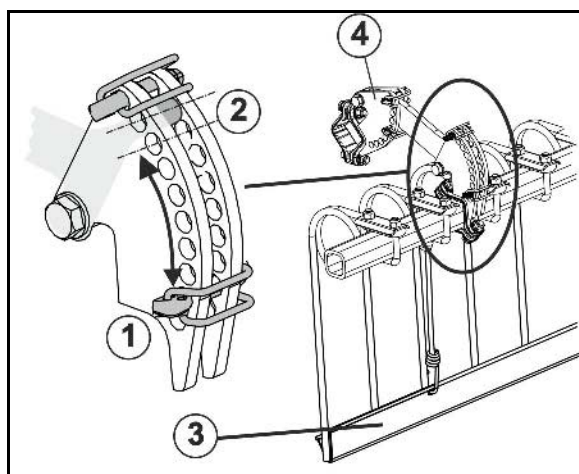

Fig. 46
- Montér trafiksikkerhedsskinen (Fig. 46/3).
- Fastgør tænderne i position 2 med låsebolt (Fig. 46/1).